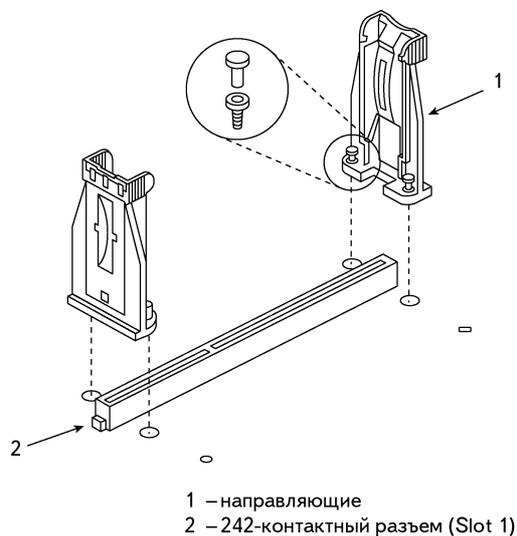
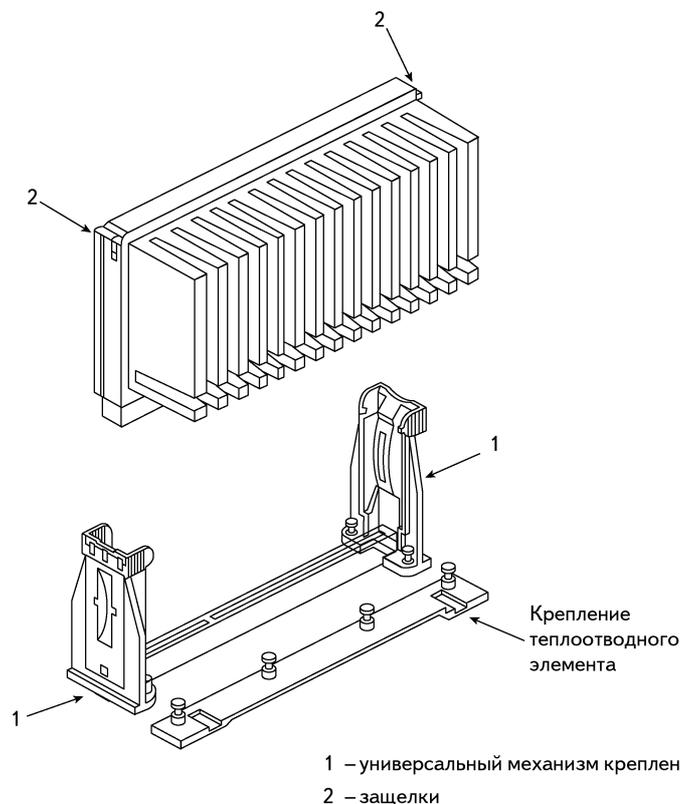

Рис. 24.1. Универсальный крепежный механизм процессора
Рис. 24.2. Установка процессора в разъем slot
- Для процессоров *mu slot* необходимо установить универсальный крепежный механизм, который состоит из стоек крепления процессора и механизма поддержки теплоотводного элемента. Большинство процессоров для разъема slot поставляются с установленным теплоотводным элементом — активным или пассивным. Перед установкой процессора в разъем системной платы необходимо смонтировать универсальный крепежный механизм. Для этого по обеим сторонам разъема процессора на системной плате установите крепежные стойки (рис. 24.1). По направляющим этих стоек процессор будет устанавливаться в разъем. Не забудьте перед установкой процессора закрепить на системной плате механизм крепления теплоотводного элемента (рис. 24.2). При монтаже процессора соблюдайте осторожность, не нужно прилагать значительных усилий: можно повредить как сам процессор, так и системную плату или расположенные в непосредственной близости с разъемом slot элементы.